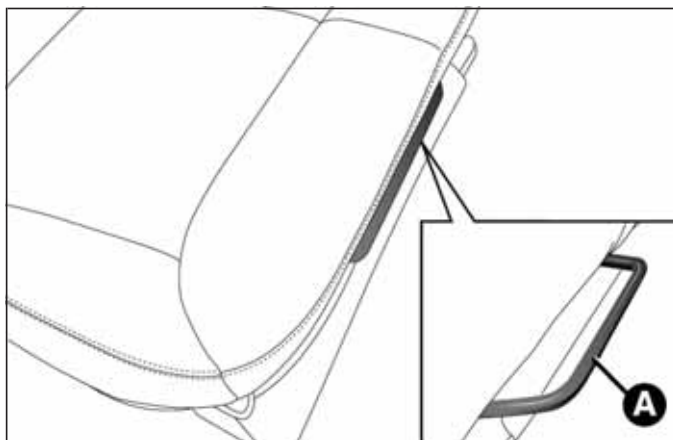

fig. 86
- ☐ actuando en la palanca A fig. 86 ajustar el asiento en la posición deseada;
- ❑ actuando en la palanca A fig. 86 regular el asiento en la posición "completamente hacia adelante" para obtener la ampliación máxima del maletero (de manera compatible con la posición deseada para los asientos delanteros);